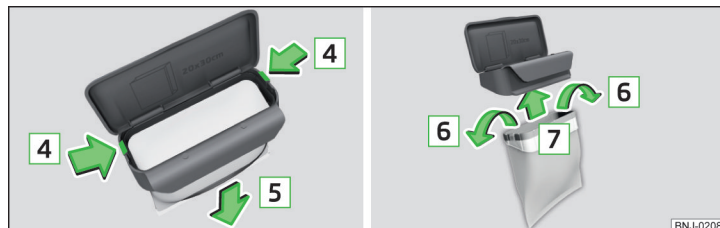

Fig. 94 Remplacement du sac
- Comprimez les deux crans sur le cadre dans le sens de la flèche **4** » fig. 94.